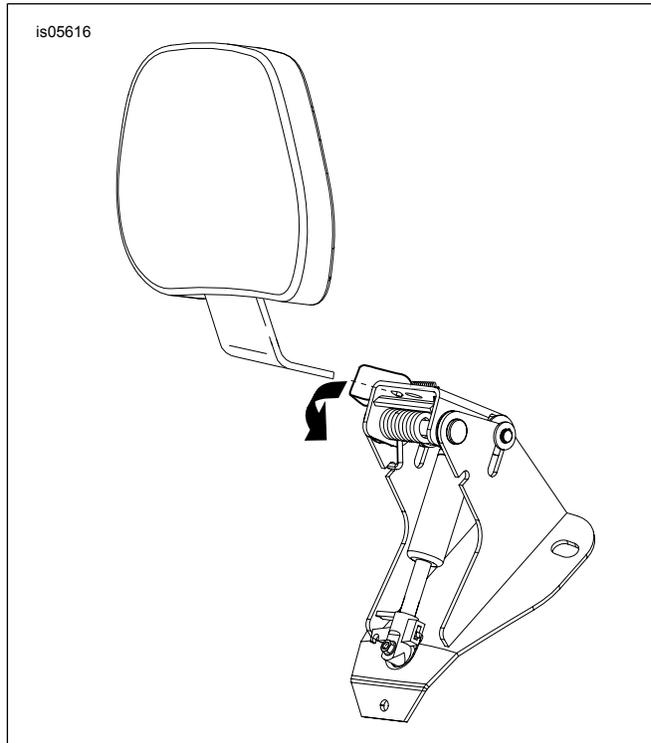

Abbildung 12. Einbau der Rückenlehne
1. Siehe Abbildung 12 >. Wie abgebildet, Hebel an der Rückenlehnhalterung nach unten drücken. Die Rückenlehne einführen und sanft drücken, bis sie einrastet.